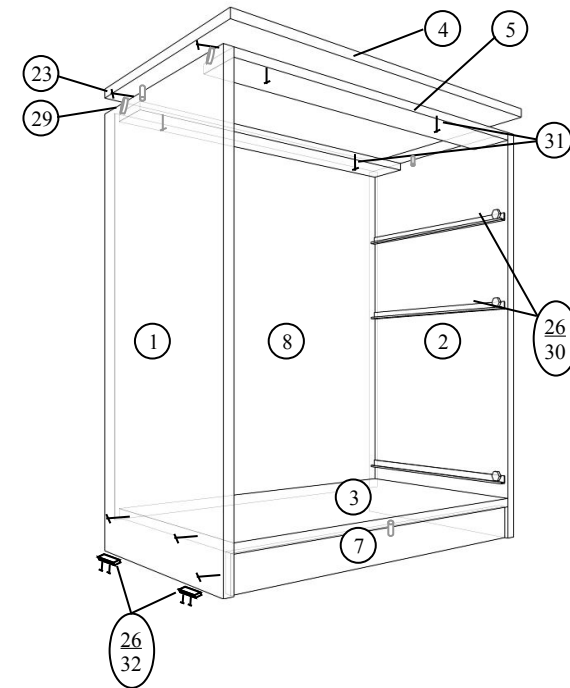

Рис.1 Сборка корпуса
1. Сборка корпуса комода (рис.1): прикрепить к стенкам боковым (1,2) подпятники (27) гвоздями 1,6x25 (33) на расстоянии 20-30мм от краев, установить направляющие (26) евровинтами (30) и шканты (29) в несквозные отверстия; собрать корпус, согласно эскиза, при помощи винтов-конфирматов (23); прикрепить столешницу (4) к планкам (5,6) саморезами 4x25 (31); установить заглушки винтов-конфирматов (24).